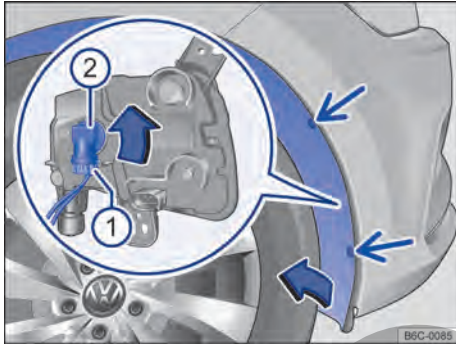

Fig. 164 En la caja de la rueda delantera: acceso a la bombilla del farol de neblina.
- 2 Retirar los tornillos de fijación del guarnecido del pasarruedas → **fig. 164** (flechas) con la ayuda de un destornillador.
- 5 Desencajar el conector de alimentación de la lámpara → **fig. 164** ①, presionar al mismo tiempo, la traba de fijación del conector.
- 6 Girar el portalámparas → **fig. 164** ②, en sentido antihorario hasta el tope y desencajarlo del alojamiento.
- 11 Encajar el conector de alimentación ① en el portalámparas, el conector debe encajarse audiblemente.
- 13 Volver a colocar los tornillos de fijación → **fig. 164** (flechas) y ajustarlos.